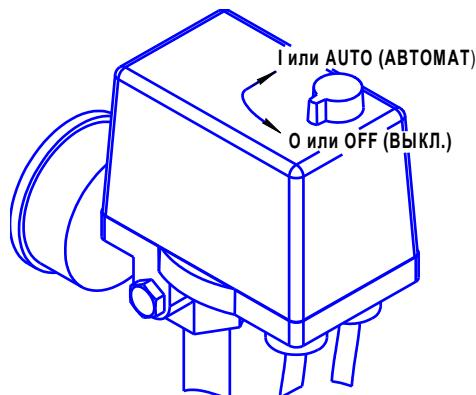

Рисунок 2
- 1 Проверьте, чтобы выключатель на маностате находился в выключенном положении "OFF" или "O", в зависимости от исполнения (см. рисунок 2).
- 1 Выключить компрессор выключателем на маностате. Для этого необходимо переключить выключатель в положение "OFF" или "O", в зависимости от исполнения (см. рисунок 2). После этого остановится электродвигатель и произойдет сброс давления из нагнетательного воздухопровода и поршневого блока.
Для пуска компрессоров AB 500-998, ABT 500-2200 WB после срабатывания защиты выполните следующие действия: после того, как двигатель остынет до допустимой температуры переключите выключатель на маностате в положение "OFF" (см. рисунок 2), а затем включите компрессор переключив выключатель в положение "AUTO".